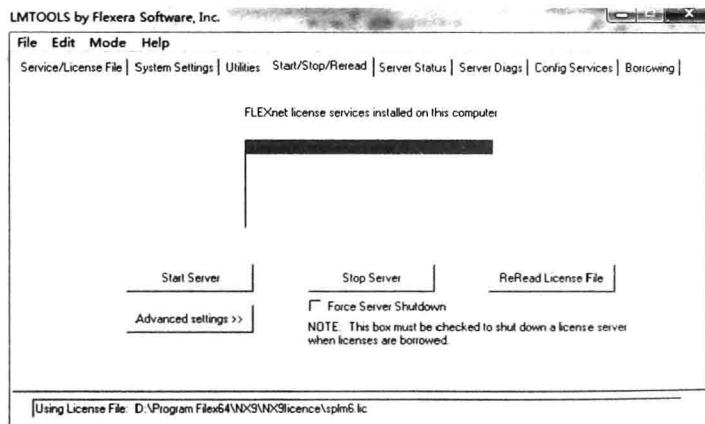

图 1-10 启动 Server
Step 11 切换到图 1-10 所示的 Start/Stop/Reread 选项卡下，首先单击 Stop Server 按钮，然后再单击 Start Server 按钮，若成功的话下面会显示 Server Start Successful。